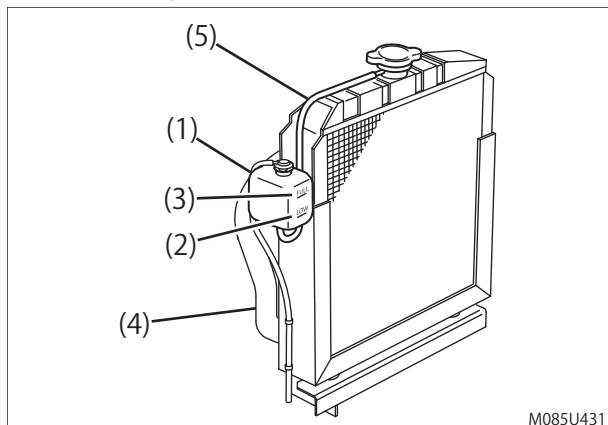

Abb. 7-5
- (1) Vergewissern Sie sich, dass die Maschine waagrecht steht.
- (2) Vergewissern Sie sich, dass der Motor und alle Systeme abgeschaltet und die Notschalter nicht betätigt sind.
- (3) Überprüfen Sie den Stand der Kühlflüssigkeit im Kühlmittelausgleichsbehälter (Abb. 7-5, 1). Sobald der Motor ausgekühlt ist, sollte der Pegel der Kühlflüssigkeit im Behälter bei oder leicht über der Markierung "NIEDRIG" (KALT) (siehe Abb. 7-5, 2) auf dem Kühlmittelreservetank stehen. Wenn der Pegel bei kaltem Motor bei der Markierung "VOLL" (HEISS) steht (siehe Abb. 7-5, 3) kann die Kühlflüssigkeit eventuell bei Erwärmung aus dem Überlaufschlauch herausspritzen, da sich die Flüssigkeit bei warmem Motor ausdehnt.
- (4) Füllen Sie den Behälter gegebenenfalls auf.
- (5) Überprüfen Sie die Kühlerschläuche (Abb. 7-5, 4) auf Risse, Abnutzungen, Schnitte oder andere Beschädigungen und wechseln Sie sie bei Bedarf aus.
- (6) Überprüfen Sie den Schlauch (Abb. 7-5, 5), der den Kühlmittelausgleichsbehälter (Abb. 7-5, 1) mit dem Kühler verbindet. Vergewissern Sie sich, dass dieser ordnungsgemäß angeschlossen ist und weder Risse noch andere Beschädigungen aufweist. Wenn der Schlauch beschädigt ist, wird die Kühlflüssigkeit nicht zum Ausgleichsbehälter geleitet, sondern tritt aus.